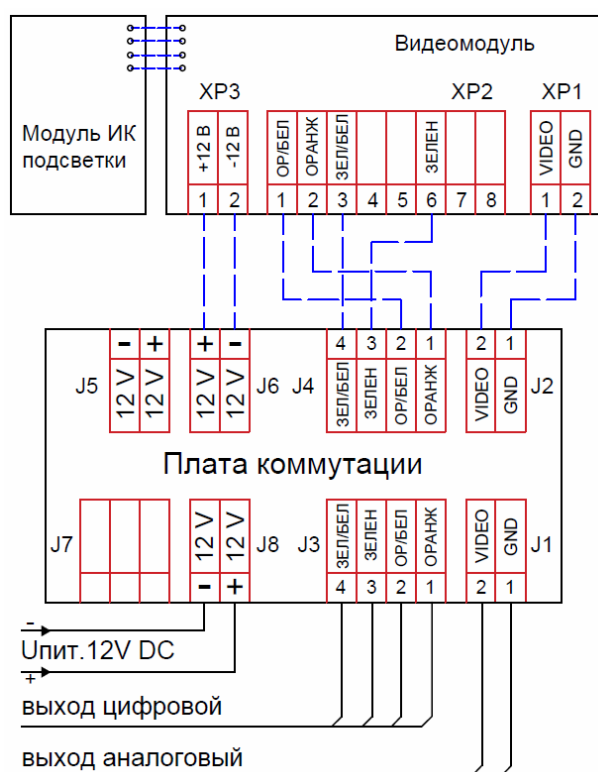
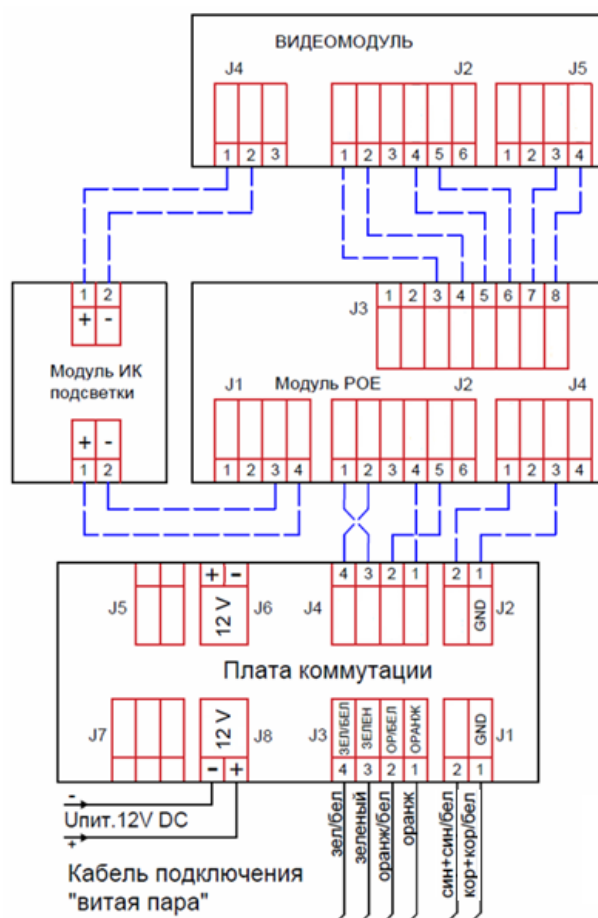
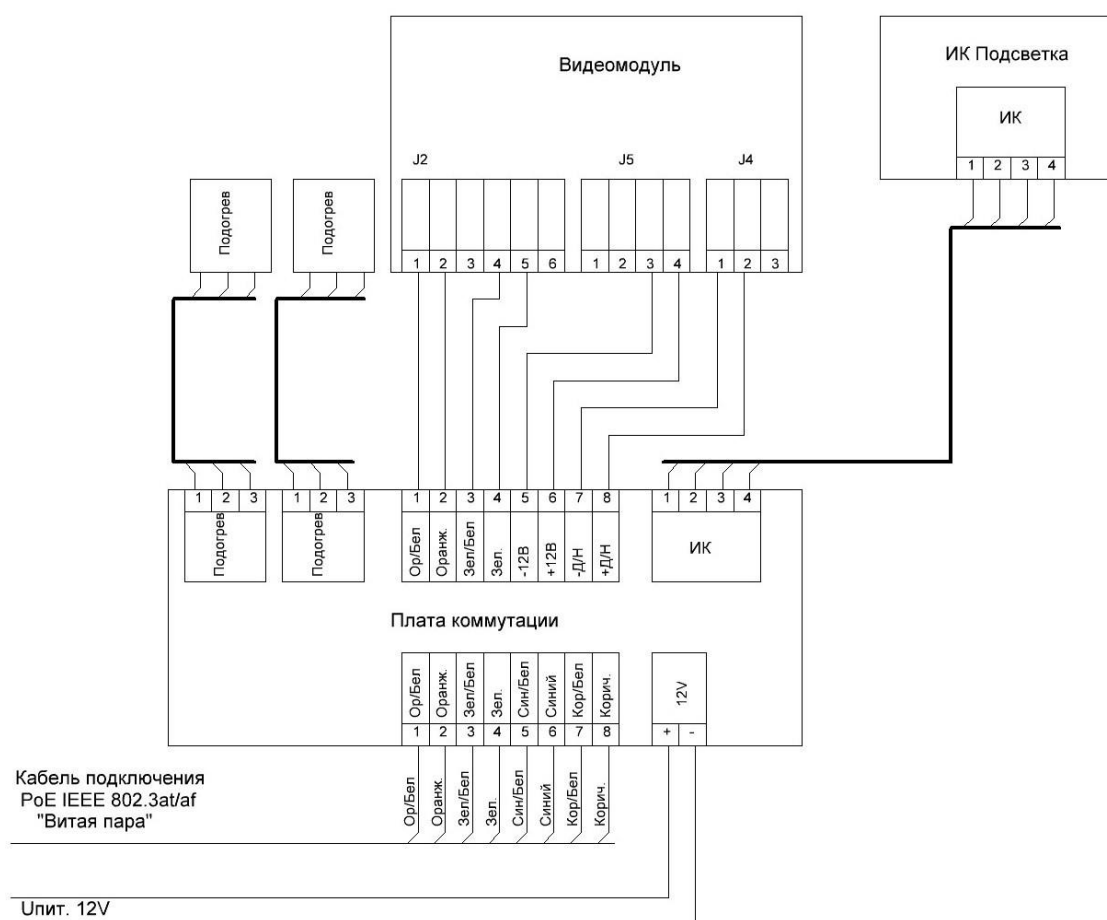

Рисунок 4.3 – Схема подключения камеры с питанием 12 В
Рисунок 4.4 – Схема подключения камеры с питанием по PoE или 12 В (без подогрева)
Рисунок 4.5 – Схема подключения камеры с питанием по PoE
4. Через кабельные вводы заведите питающий и сигнальный кабели, подключите к плате коммутации, согласно схеме подключений (Рисунок 4.3, Рисунок 4.4, Рисунок 4.5). По умолчанию видеокамера подключается с питанием по PoE на разъёмы J1 и J3 «Платы коммутации». При необходимости подключения питания 12 В необходимо к клемме J6 «Платы коммутации» подключить подписанные заизолированные провода (красный – «+» и черный – «-»), идущие от платы «Модуль PoE».
7. Установите термокожух на кронштейн (6) и зафиксируйте при помощи болта.